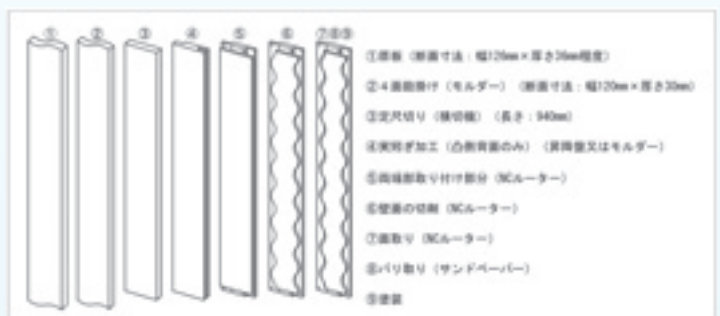

図2 製造方法
腰羽目板として使用する場合の製造工程は図2の①~⑨となります。実矧ぎ加工(凸側背面のみ)された板の曲線切削はNCルーターで行っています。
代表的な基盤図として、「全県 1m 解像度標高データ」を作成し、既存のデータと組み合わせることで新しい主題図として「CS 立体図（凸地（赤）、凹地（青）、平坦地（白）を濃淡で表現した地形図）」や「県有林カラマツ芯腐れ病ハザードマップ」などを作成しました（基盤図 6、主題図 2 作成）。